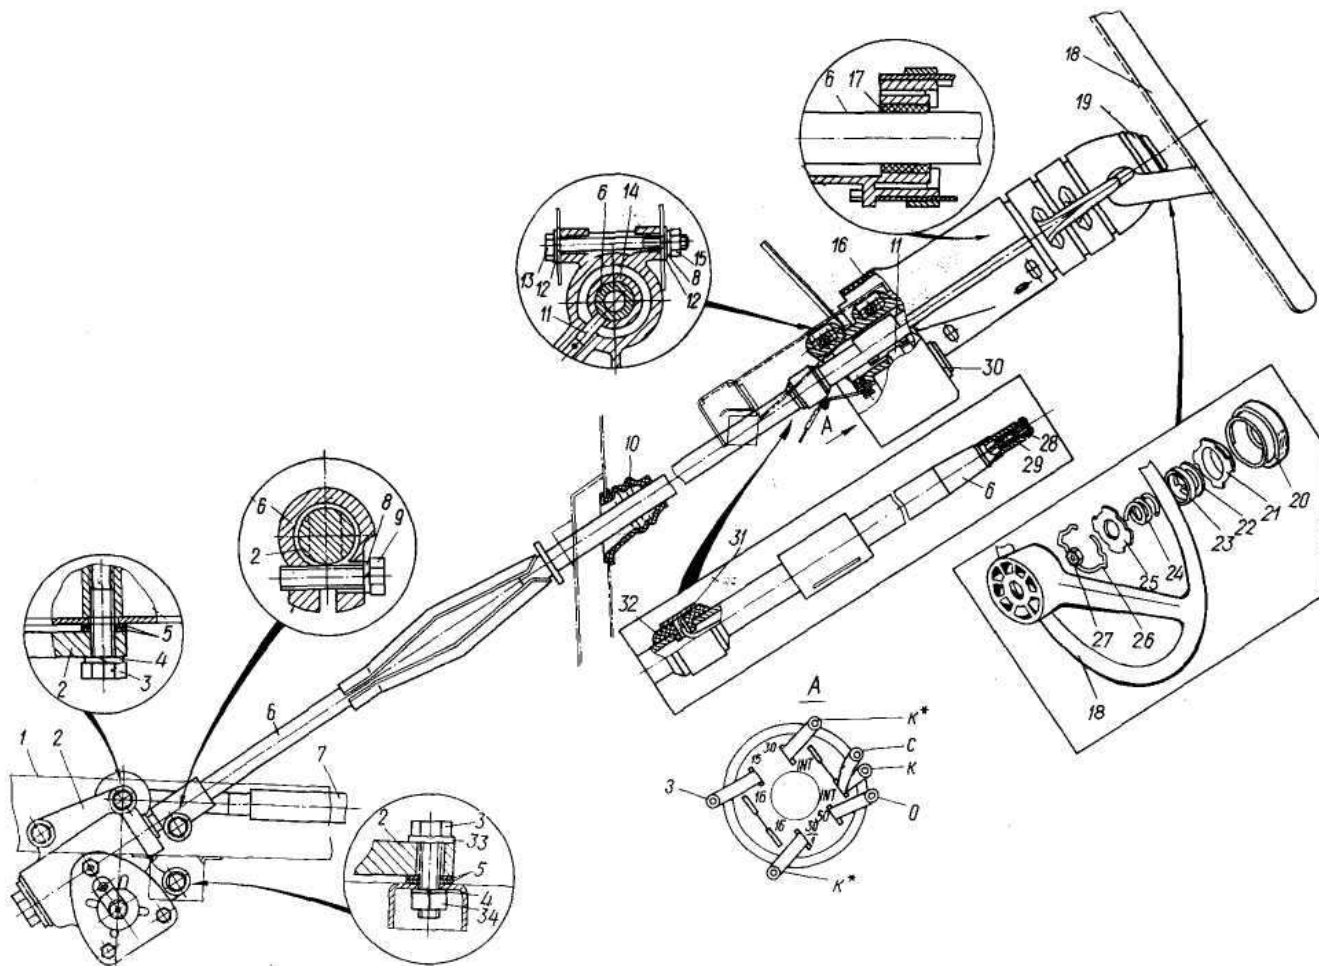
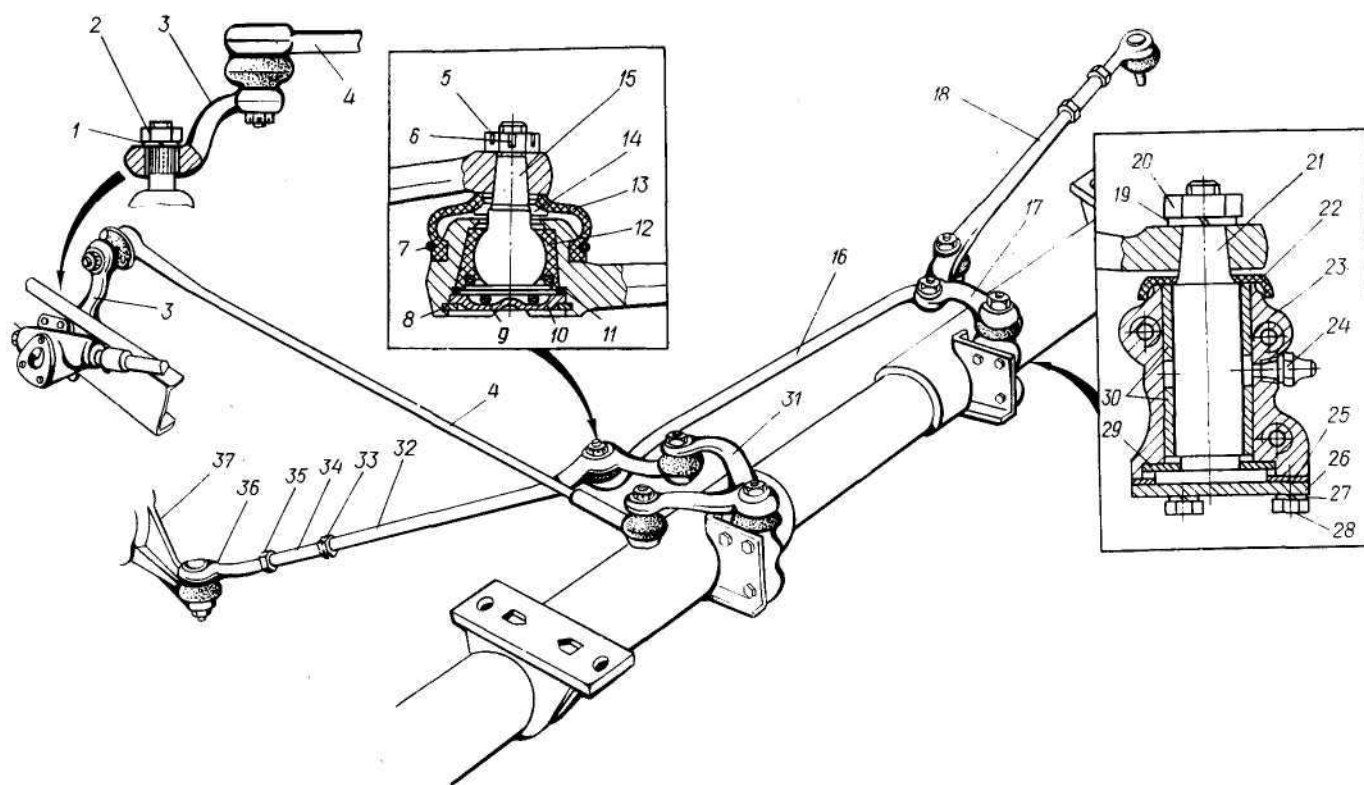
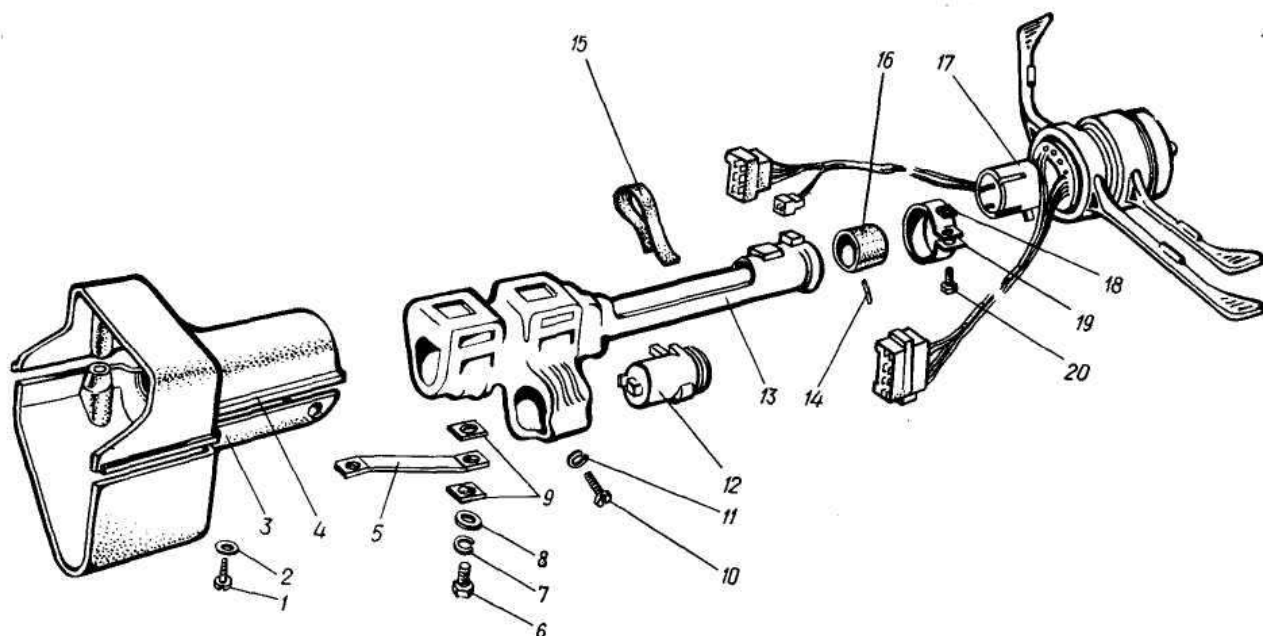
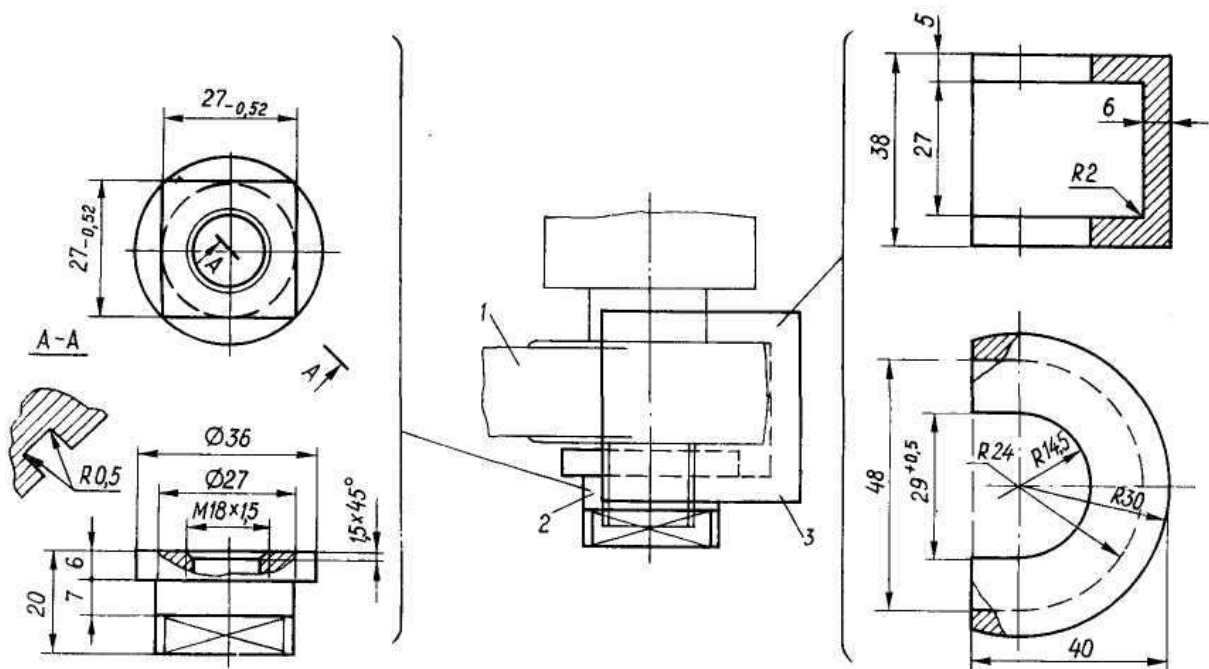

Рис. 185. Рулевое управление:
Рис. 186. Привод рулевой:
Рис. 187. Опора вала:
Рис. 189. Снятие сошки: 1 — сошка; 2 — гайка съёмника сошки; 3 — корпус съёмника сошки
Рулевое управление (рис. 185) состоит из рулевого механизма 2 (с валом 6, опорой 16 и колесом 18) и рулевого привода — продольной 4 (рис. 186), поперечной 16 и боковых 18 рулевых тяг, сошки 3, маятниковых рычагов 17 и 31 и поворотных кулаков 37.
Картер рулевого механизма закреплён на левом лонжероне рамы автомобиля. Соединение червяка с валом разъёмное: шлицевая разрезная втулка вала посажена на шлицевой хвостовик червяка рулевого механизма и стянута специальным болтом 9 (рис. 185).
Опора вала (рис. 187) крепится к щиту передка. Для регулировки положения вала в опоре вала имеются продольные, а в щите передка — вертикальные овальные отверстия крепления опоры. На опоре также установлены трёхрычажный переключатель и замок зажигания с противоугонным устройством 12. Действие противоугонного устройства: при вынутом ключе замка зажигания в положении «СТОЯНКА» удлинитель 11 (рис. 185) входит в паз кольца 14 — вращение вала невозможно.
Соединение сошки с валом сошки — шлицевое конусное (1:16). Необходимый натяг в конусном соединении обеспечивается затяжкой гайки 2 (рис. 186) крепления сошки. Установка сошки на вал фиксированная: сдвоенный зуб сошки входит в сдвоенную впадину вала сошки.
- отвинтите гайку 2 (рис. 186) и на её место навинтите до упора гайку съёмника 2 (рис. 189), наденьте корпус съёмника 3 и, отвинчивая гайку съёмника, спрессуйте сошку;
- отвинтите и снимите болт 9 (рис. 185) с шайбой 8; пометьте место установки одного из двух верхних болтов крепления картера рулевого механизма. Отвинтите болты и на каждый из них наденьте тот пакет регулировочных прокладок, который был проложен между картером и лонжероном (старайтесь пакеты не перепутать);